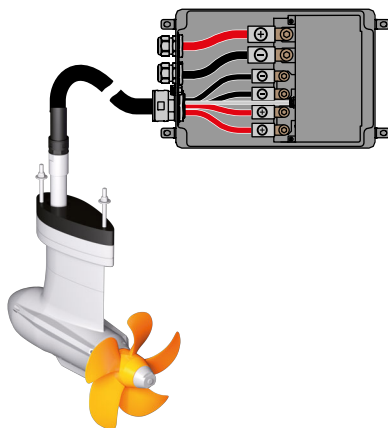

Fig. 11: Cablaggio box elettronica
1. Allentare le viti (1) del box elettronica, in modo da poterlo aprire.
4. Collegare i cavi di potenza ai rispettivi poli (rosso = +, nero = -; 10 Nm), **vedere "Fig. 11: Cablaggio box elettronica"**.
5. Collegare il cavo del motore al collegamento di comando del motore (6).